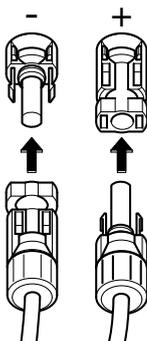

Abb. 32: PV-String anschließen
6. Die Buchsen und Stecker der DC-Leitungen am Wechselrichter einstecken **!** Abb. 32. Die Dichtstopfen aus den Steckverbindern aufbewahren.